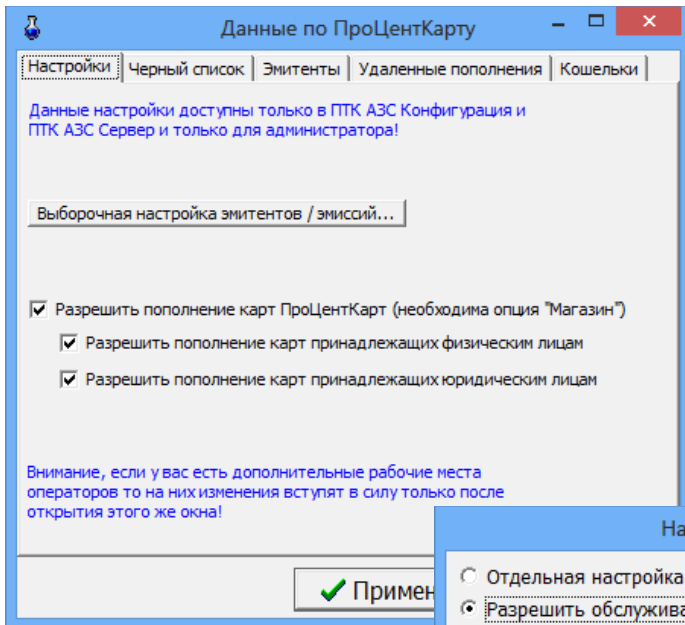

Рис.66
На закладке Настройки поставьте галочки для включения нужных настроек(рис.66):
– Выборочная настройка эмитентов/эмиссий (рис.66а):
На закладке Удаленные пополнения можно посмотреть список удаленных пополнений (рис.66б).
На закладке Кошельки можно посмотреть привязку кодов ГСМ на АЗС к электронным кошелькам, добавить, изменить, удалить кошельки (рис.66в).
Рис.66б
Рис.66а
Рис.66в